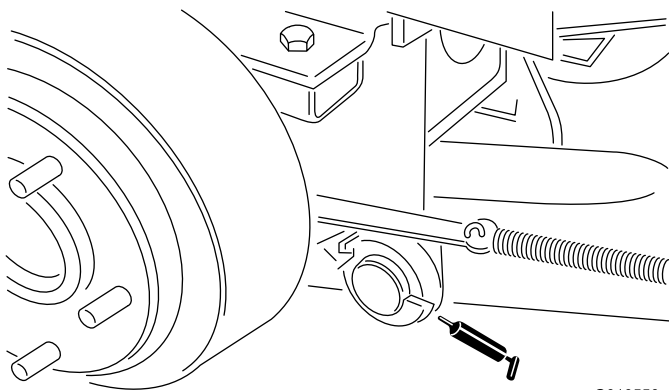

図 18
- ・ 昇降アームのピボット (後) (2ヶ所 ; 図 18)